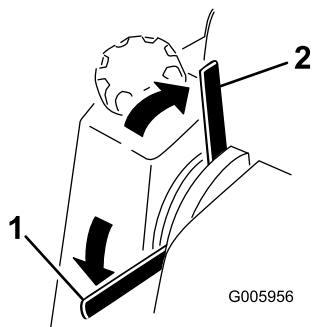

図 9
- レバーを下にすると駐車ブレーキが掛かります 図 9。
- レバーを上に戻すと駐車ブレーキが掛かります 図 9。